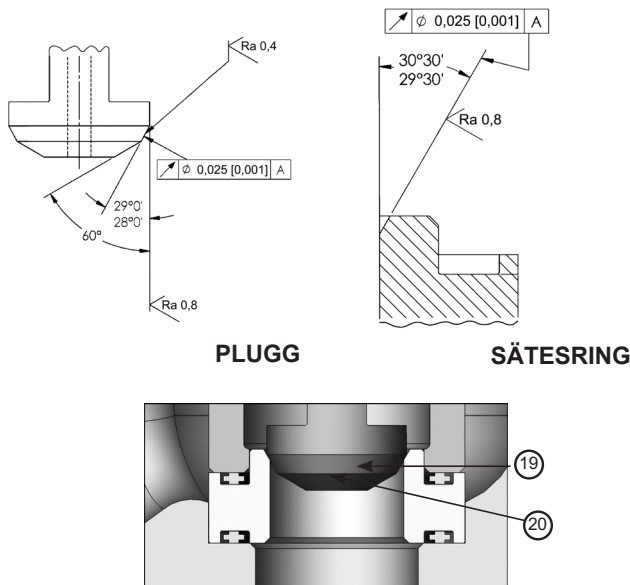

Bild 3: Pluggens och sätseringens sätesytor
Sätesytor kanske måste läppas för att återställa tillräckligt mycket ytintegritet för att uppfylla kraven om ventilläckage. Max. 0,015" (0,4 mm) metall får tas bort från pluggen och sätesytan för alla ventilstorlekar. Se till att sätessvinklarna på de läppade delarna ligger inom de angivna toleranserna som visas i bild 3 nedan. Om mer metall måste tas bort för att återställa en del ska den delen kasseras och bytas ut.
7. För in pluggen (20) och stången (21) i fodret (18) tills pluggen får kontakt med sätseringen.
8. Läppa sätseringen (19) genom att rotera pluggen (20) med korta slag fram och tillbaka. Efter 8 till 10 slag ska du lyfta ut pluggen (20) och upprepa åtgärden tre gånger till med 90°, 180° och 270° graders vinkel från originalpositionen.
10. Efter läppning ska delarna demonteras och rengöras innan de återmonteras. Se till att sätessvinklarna ligger inom gränsvärdet. Se bild 3.